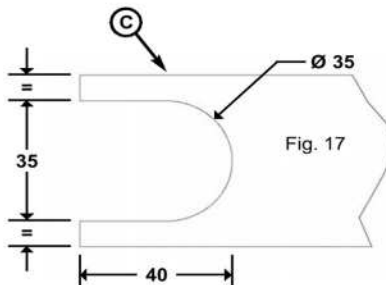

Fig. 17
- Trabaje el travesaño inferior **C** de acuerdo con el esquema indicado al lado de la bandera (Fig. 17).